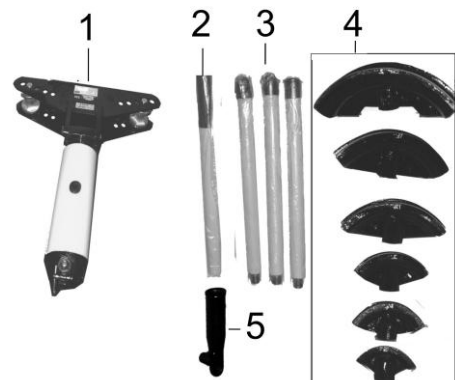

Рис.1
## 3. КОМПЛЕКТНОСТЬ (Рис. 1)
3.1. В комплект поставки входят (Рис. 1):